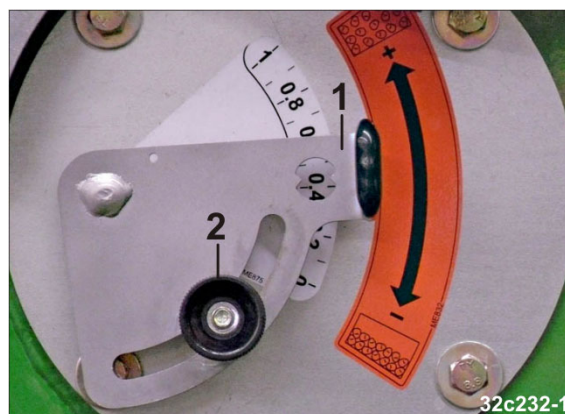

Рис. 171
1. Отрегулируйте положение воздухонаправляющей пластины рычагом (Рис. 171/1) (см. указания по регулировке, главу 5.5.4, на стр. 72).
2. Зафиксируйте положение рычага винтом с накатной головкой (Рис. 171/2).